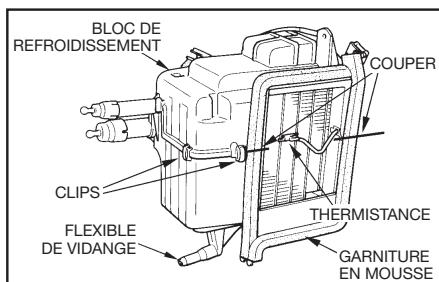

fig. 3
2. Ouvrir le boîtier du bloc de refroidissement et déposer l'ensemble de l'évaporateur en suivant les procédures données par le fabricant du véhicule (*Voir fig. 3*).